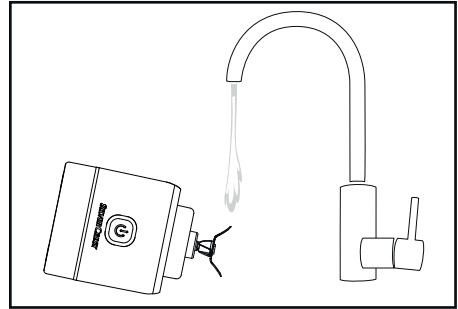

Fig. 2
- Essuyez le bloc-moteur ❹ à l'aide d'un chiffon humide.
- Pour éliminer les salissures légères, remplissez le gobelet ❹ d'eau tiède avec une goutte de liquide vaisselle jusqu'au repère MAX. Faites fonctionner l'appareil pendant environ 30 secondes comme décrit au chapitre **Utilisation**. Dévissez ensuite le bloc moteur ❹ et videz l'eau de rinçage du gobelet ❹.
- Rincez uniquement la lame en croix ❺ avec précaution, si nécessaire avec une brosse à vaisselle, sous l'eau courante. Veillez alors à ce que l'eau ne coule pas sur le bloc moteur ❹ et ne plongez pas l'appareil dans l'eau ! Inclinez l'appareil de manière à ce que seule la lame en croix ❺ s'engage dans le jet d'eau (voir fig. 2). Les salissures se détachent plus facilement si le nettoyage est effectué directement après l'utilisation.